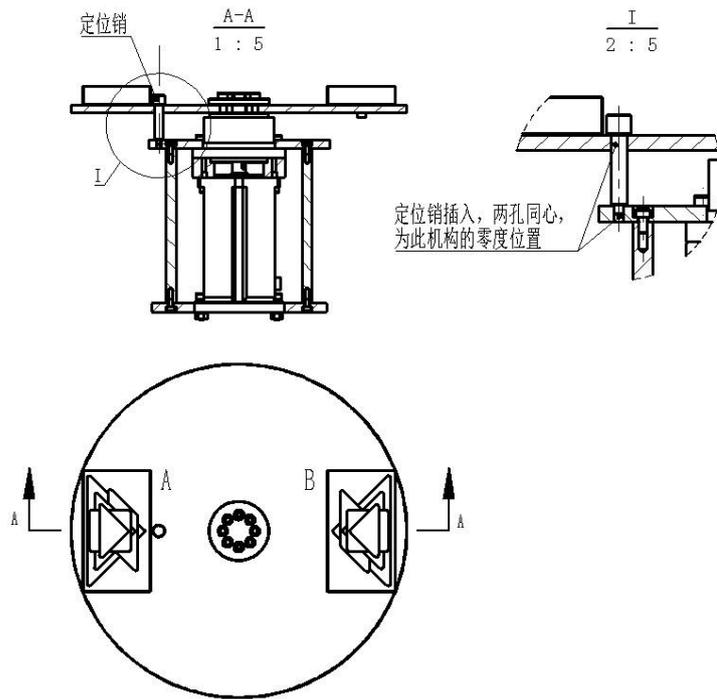

图 9 0 度位置示意图
3. 在触摸屏上可设置转盘旋转速度、加减速时间。点动控制正反转，准确到达 0 度和 180 度位置；并且实时显示转盘当前位置的角度值（0 度位置如图 9 所示）。